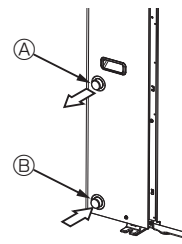

Fig. 4-1
4.1. Prikluček za vodne cevi (Fig. 4-1)
- Položaj odvodnih in dovodnih cevi prikazuje Fig. 4-1.
[Fig. 4-1]